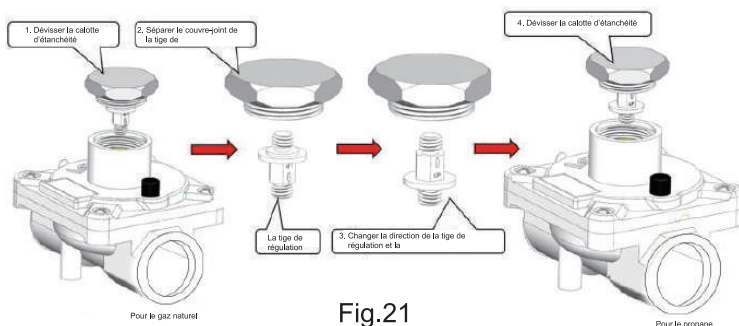

Fig.21
6. Tester la pression de sortie. La pression requise doit être de 10±1 inH₂O. Au cas où la pression ne peut pas satisfaire les exigences, il faut dévisser l'écrou du régulateur de pression suivant la Fig.21, tourner légèrement pour ajuster la pièces en plastique blanc à l'intérieur du régulateur de pression.
8. De même, lorsque la plaque est utilisée sous l'état de GN, tourner la flèche marquée GN vers le haut et la serrer au bouchon à vis(Fig.21). Répéter l'opération ci-dessus. La pression de sortie requise doit être de 4 ± 1 inH₂O